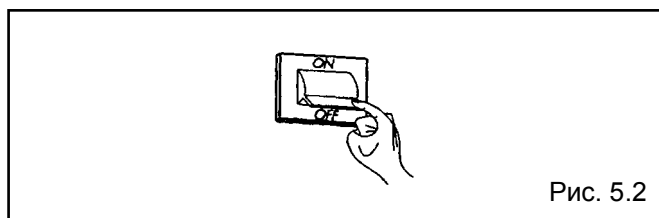

Рис. 5.2
- отключите питание общим выключателем (рис. 5.2);